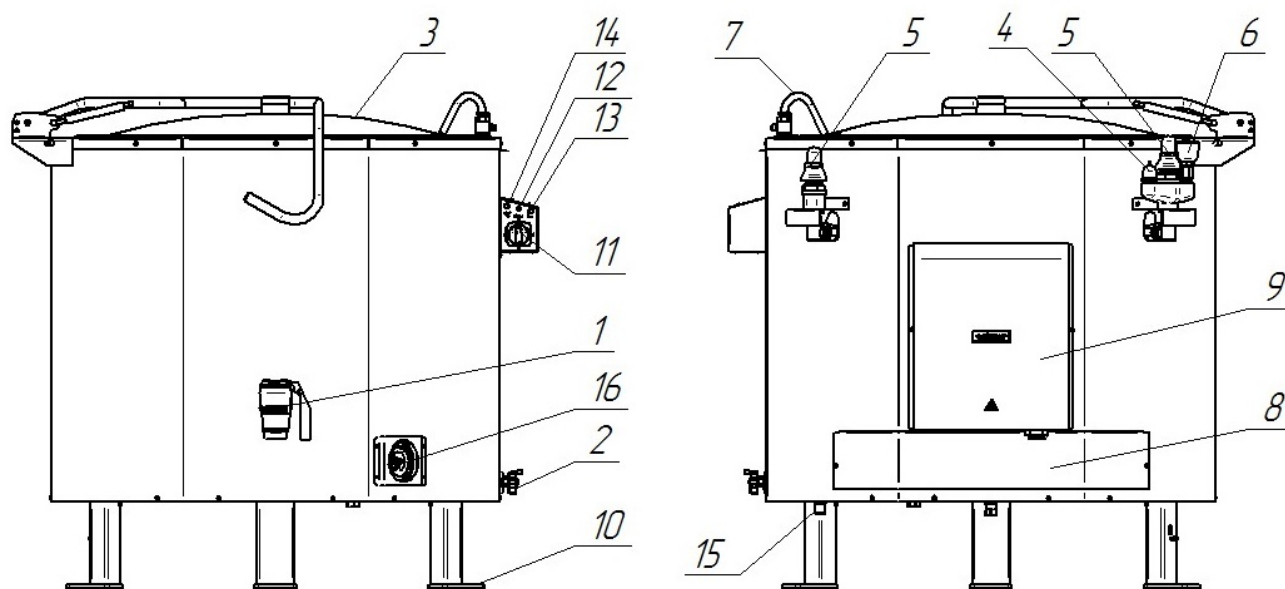

Рис. 1
Устройство котла приведено на рис. 1.
Уровень воды, заливаемый в парогенератор через заливную воронку (рис. 1 поз. 6), контролируется краном уровня (рис. 1 поз. 2).
Защиту ТЭНов от «сухого хода» обеспечивает блок управления (рис. 1 поз. 9) при помощи двух датчиков контроля уровня воды в парогенераторе. Блок управления, по сигналу полученному от датчиков контроля уровня воды, формирует команду на включение и выключение цепей управления и индикации. Под термином «сухой ход» принято понимать положение, при котором ТЭНы вследствие понижения уровня воды в «рубашке» оказываются полностью или частично не погружены в воду.
Защита ТЭНов от «сухого хода» осуществляется следующим образом: при понижении уровня воды ниже датчиков контроля уровня воды в парогенераторе блок управления формирует сигнал на отключение цепи питания пускателей КМ1...КМ3 и формирует сигнал на зажигание сигнальной лампы «Сухой ход» (рис. 1 поз. 14).
Вода в варочный сосуд подается через кран залива (рис. 1 поз. 7).
Слив содержимого из варочного сосуда производится через сливной кран (рис. 1 поз. 1). Отверстие к сливному крану, расположенное внутри сосуда, закрывается съемным фильтром.
Варочный сосуд сверху закрыт крышкой (рис. 1 поз. 3) Крышка варочного сосуда фиксируется в открытом положении при помощи газовых пружин.
Котел устанавливается на ножки (рис. 1 поз. 10).
Заливная воронка с краном служит для залива воды в паровую «рубашку» (рис. 1 поз. 6). Для предотвращения чрезмерного повышения давления в пароводяной «рубашке» установлены два предохранительных клапана (рис. 1 поз 5), которые срабатывают при превышении давления в «рубашке» (50 ± 65) кПа $(0,50 \pm 0,65$ кгс/см²). Для предотвращения создания чрезмерного разрежения установлен вакуумный клапан (рис. 1 поз. 4), который срабатывает при создании разрежения в пароводяной «рубашке» более 0,01 кгс/см².
Для регулирования давления внутри «рубашки» предусмотрен электроконтактный манометр. Электроконтактный манометр расположен на панели управления (рис. 1 поз. 16) и настроен на верхнее рабочее давление 0,60 кгс/см² и нижнее рабочее давление 0,45 кгс/см². При достижении верхнего рабочего давления внутри «рубашки» электроконтактный манометр выдает сигнал на блок управления. В свою очередь блок управления формирует команду на отключение всех ТЭНов. ТЭНы находятся в отключенном состоянии, пока давление внутри «рубашки» не достигнет нижнего рабочего давления.
- сигнальная лампа «Сеть» (рис. 1 поз. 13, белый светофильтр);
- сигнальная лампа «Работа» (рис. 1 поз. 12, оранжевый светофильтр);
- сигнальная лампа «Сухой ход» (рис. 1 поз. 14, красный светофильтр);
- переключатель мощности (рис. 1 поз. 11).
Регулирование величины мощности нагрева котла производится установкой ручки переключателя (рис. 1 поз 11) в положение «1», «2», «3», что соответствует слабому, среднему и сильному нагреву. Отключение нагрева производится установкой ручки переключателя в положение «0».
- установить заливную воронку на кран (рис. 1 поз. 6). Кран заливной воронки перевести в положение «Открыто»;
- на панели управления котла переключатель (рис. 1 поз. 11) установить в положение «0»;